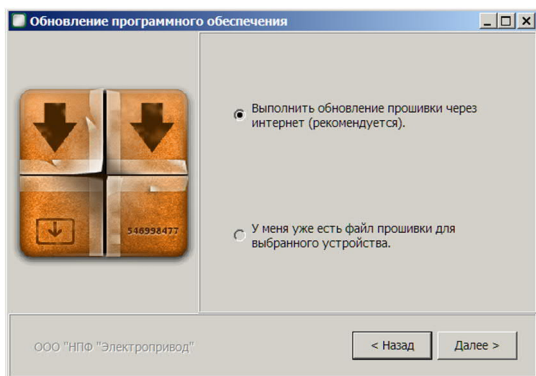

Рисунок 43.
- 4) Нажмите «Далее» и выберите источник программного обеспечения. Рекомендуется оставить параметры по умолчанию (рис. 43).